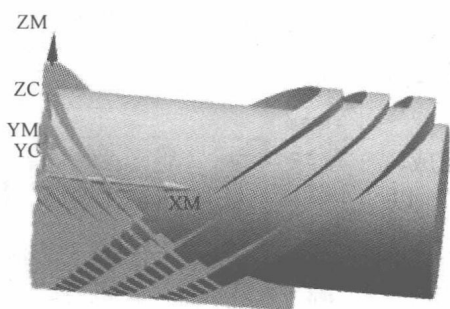

图 1-31 刀路“D18NSP”旋转复制后的刀路“D18NSP_COPY”
③ 单击【指定点】按钮条, 再单击【点对话框】按钮, 弹出【点】对话框, 直接单击对话框中的【确定】按钮, 采用 WCS 坐标原点的值。
④ 单击【指定矢量】按钮条, 再单击右边的下拉列表箭头, 在弹出的下拉列表中选择。
⑤ 在【角度】文本框中输入“180”。
⑥ 在【结果】参数区单选按钮选择“复制”。
⑦ 单击【确定】按钮, 完成【变换】对话框的参数设置, 复制后的刀路系统自动命名为“D18NSP_COPY”, 如图 1-31 所示。